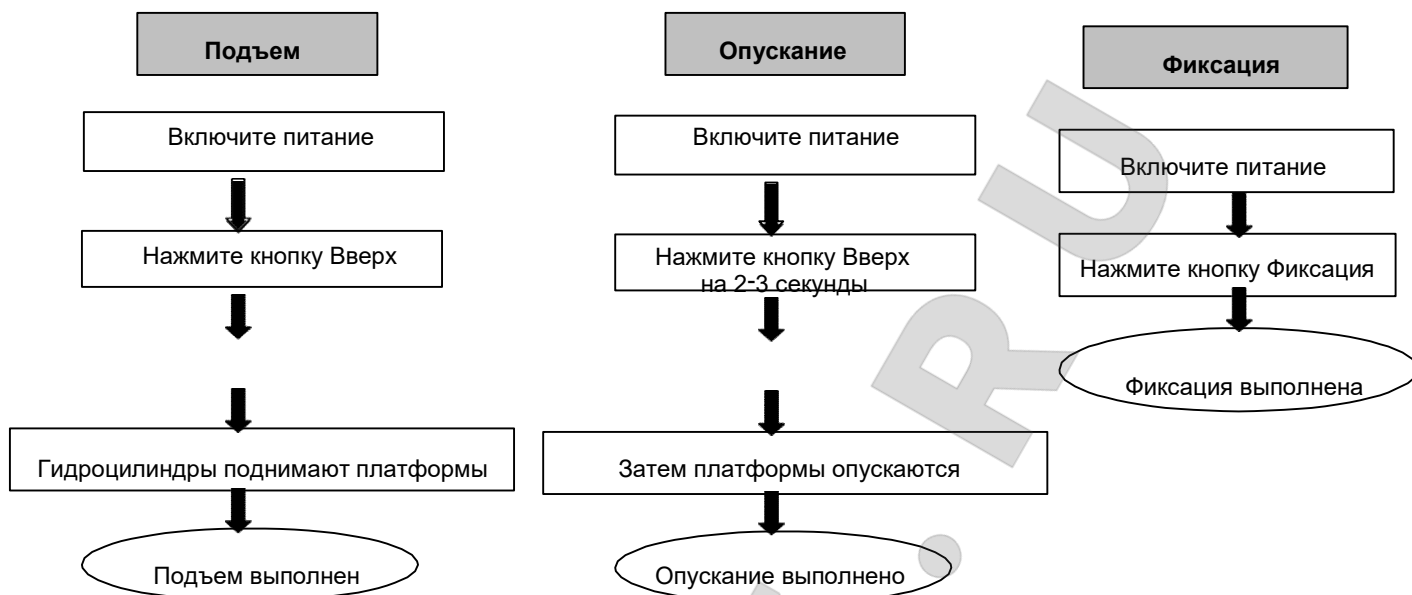

Рис. 29
- Закрутите по часовой стрелке штифт слива (возврата) масла пробки электромагнитного клапана после опускания платформ. Опускание выполнено (**рис. 29**).